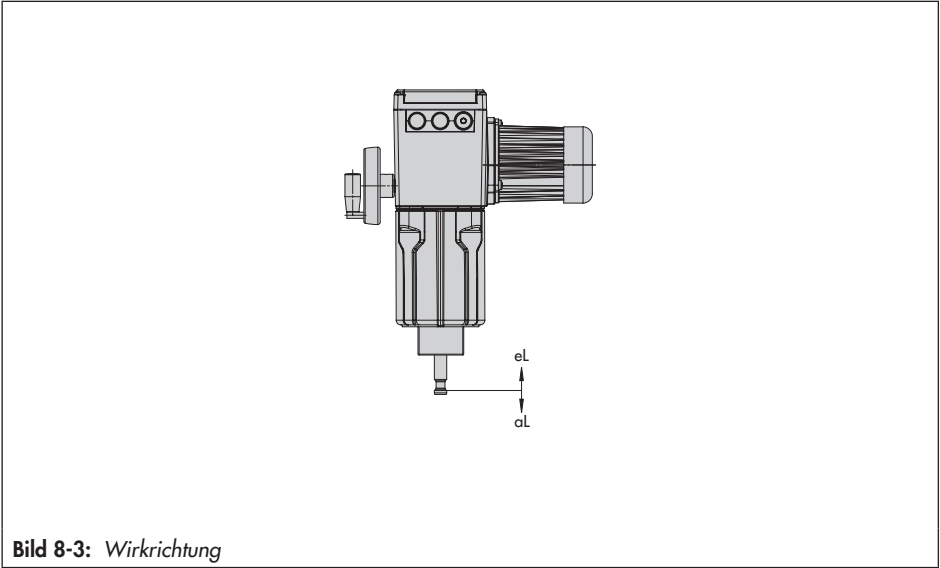

Bild 8-3: Wirkrichtung
Beim Drehen des Handrads (1) im Uhrzeigersinn bewegt sich die Antriebsstange in Richtung 'aL', beim Drehen gegen den Uhrzeigersinn in Richtung 'eL' (vgl. Bild 8-3).
- Den Zylindergriff (2) des Scheibhandrads ausklappen und arretieren.